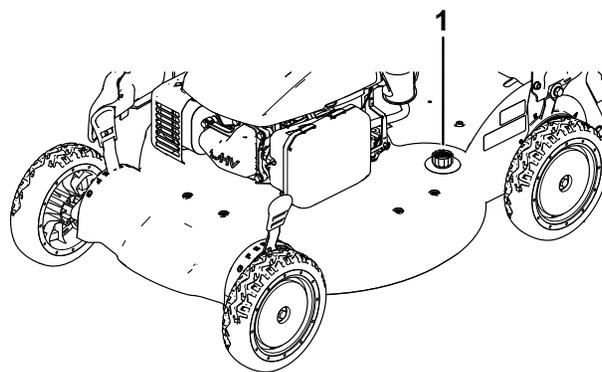

Figure 27
4. Branchez un tuyau d'arrosage, relié à une arrivée d'eau, au raccord de lavage (Figure 27).